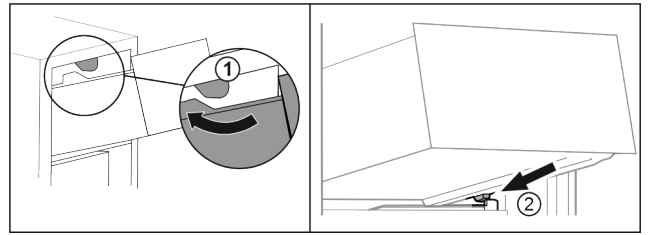

Fig. 15
- ▶ Schubfach um die oberen Stopper herumführen Fig. 15 (1).
- ▶ Schubfach schräg hinter den unteren Stoppere auf die Behälterrippe aufsetzen Fig. 15 (2).